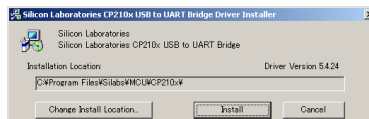

図8. USBドライバのインストール画面5
- ⑥ 「Install」を選んで次へ進み終了します（図8）。